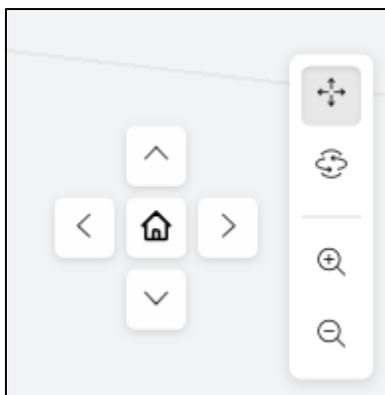

Рисунок 42 – Интерактивные кнопки
2. Виртуальное пространство с 3D-моделью манипулятора – воспроизводит движения настоящего манипулятора в виртуальном пространстве. Обзор 3D-модели манипулятора можно регулировать с помощью нажатой левой кнопки мыши либо интерактивными кнопками (см. Рисунок 42).